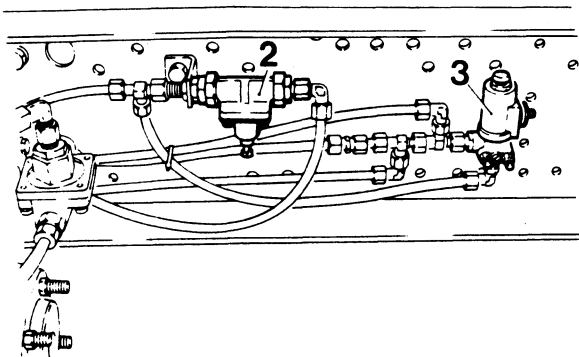

Fig. 17
- Monteer de overstroomklep en de electro-pneumatische bedieningsklep (Fig. 17).
- Sluit op de uitgang van de electro-pneumatische bedieningsklep 3, drie luchtleidingen aan (Fig. 17). Eén van deze leidingen gaat naar de bedieningscilinder 4 van de P.T.O.